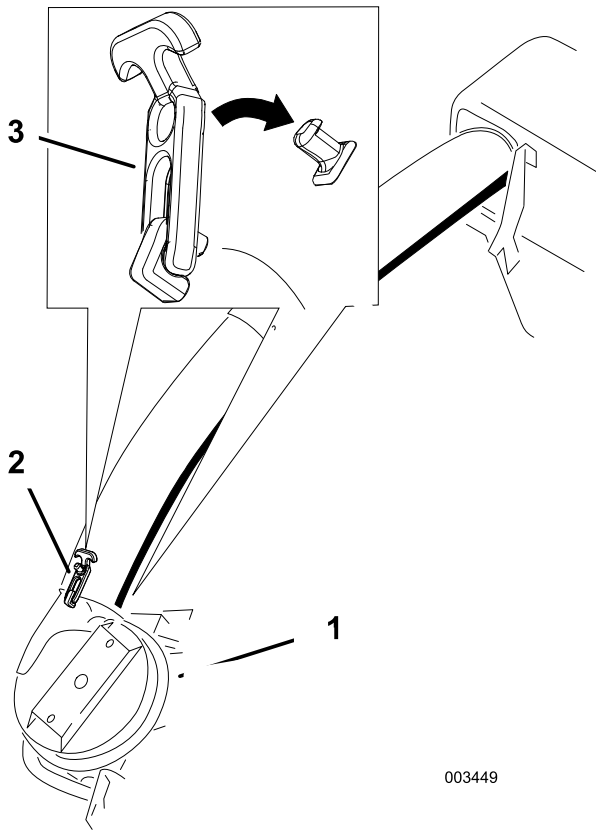

Figura 35
6. Deslice el tubo inferior sobre la carcasa del soplador y sujete ambas piezas con los cierres (Figura 35).